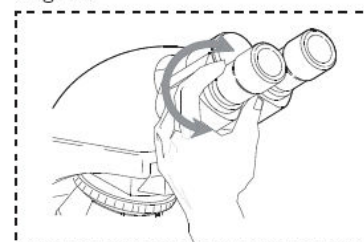

Fig. 12
b) Reglarea dioptrii. (Fig.12)